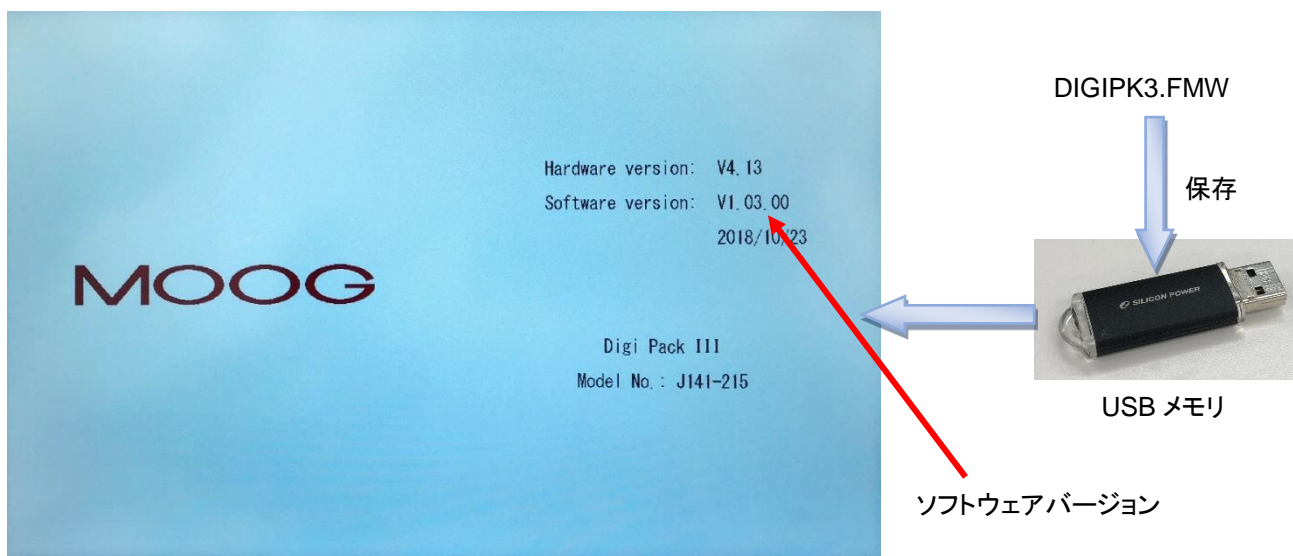

図 1-4 スタートアップ表示
6. 更新終了後、スタートアップ表示でソフトウェアバージョンを確認します(図 1-4)。